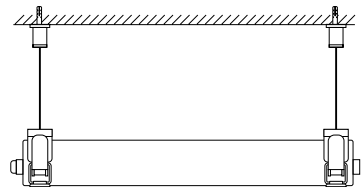

Рис. 3. Установка светильника подвесным способом
- 3.4. Подвесной монтаж (рис. 3)